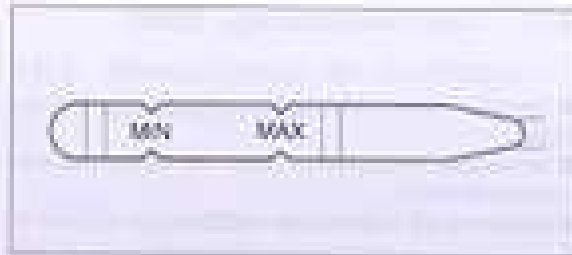

Bild 230
- Eventuell fehlende Menge durch Pleistaböffnung ergänzen. Motor vorher abstellen. Wichtig: Verwenden Sie nur das Original (Bild 230).